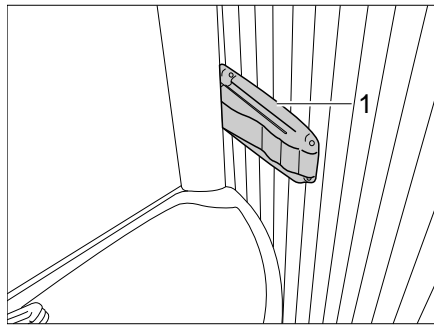

Bild 224 Vario-Toilette, Arretierung der Duschwand
- Arretierung (Bild 224,1) rechts am Waschbeckenrand eindrücken und am Waschbecken leicht ziehen. Das Waschbecken bewegt sich mit der Rückwand nach vorne.